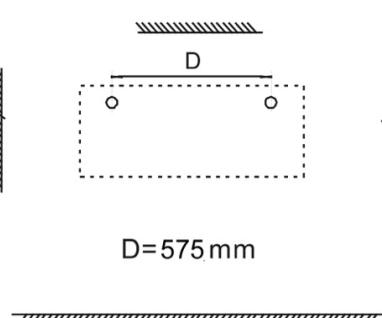

Fig.2
2. Practicar en la pared dos agujeros adecuados del tamaño del pescador ø 8 mm. (Fig. 2) – d= 575 mm